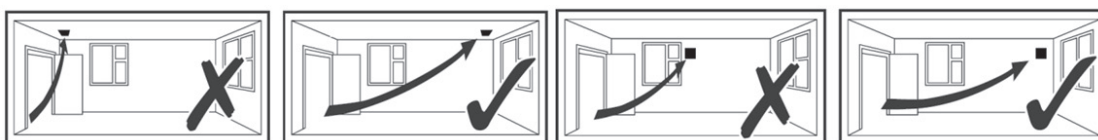

Fig.1: QF100SX5CON
1. Velg og følg det aktuelle koblingskjemaet. (Fig. 1, 2 eller 3)
Se fig. 1, 2, 3, 4, 5 og 6
– Vifte med én hastighet. Styres av fjernkontrollen (f.eks. lysbryter eller autosensor) Fig.1.
QF100SX5CON – vifte med én hastighet. Styres av fjernkontrollen (f.eks. lysbryter eller autosensor) Fig.1.